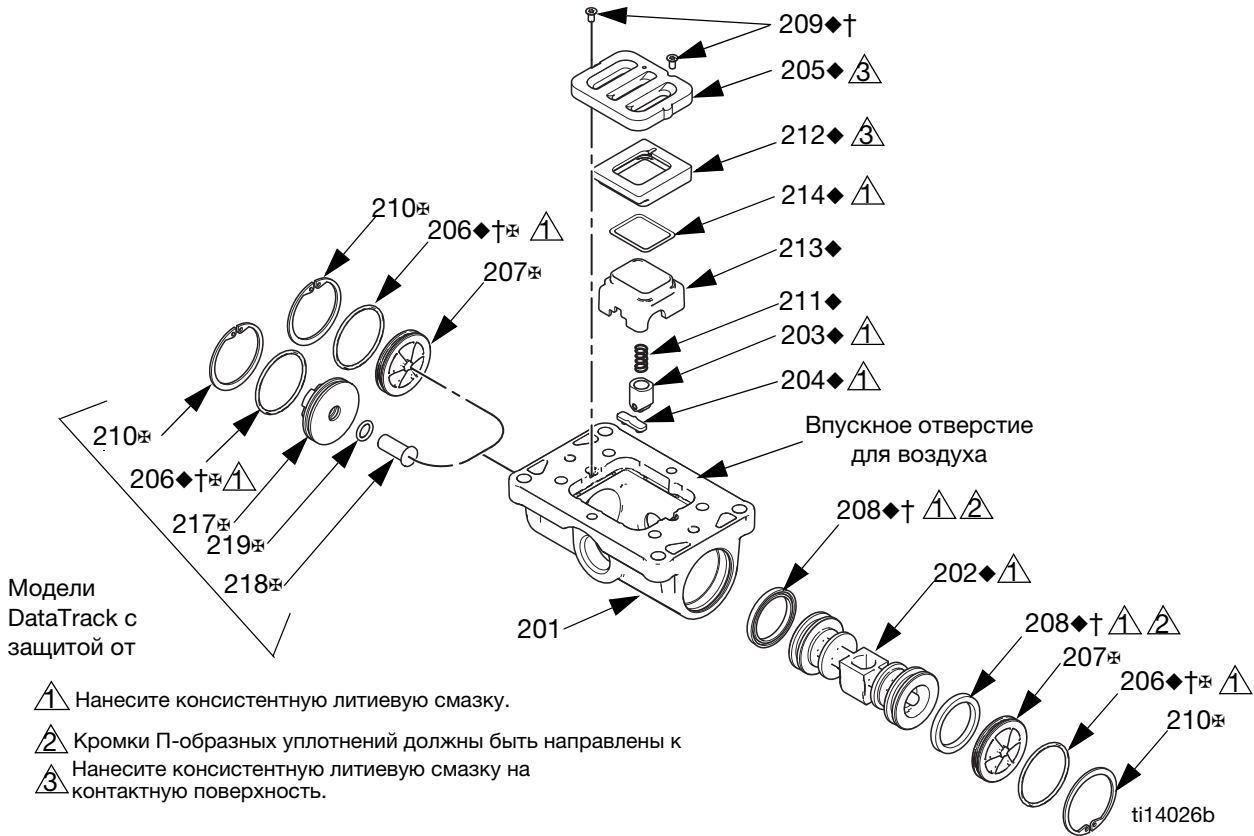

Рис. 4. Узел воздушного клапана
- См. Рис. 4. Чтобы выкрутить два винта (209), используйте отвертку Torx с жалом звездообразной формы (размеры T8 для алюминия и T9 для пластмассы). Снимите клапанную пластину (205), блок манжеты (212–214), пружину (211) и блок фиксатора (203).
- Извлеките манжету (213) из основания (212). Извлеките уплотнительное кольцо (214) из манжеты.
- См. Рис. 4. Снимите стопорное кольцо (210) с каждого торца воздушного клапана. Используйте поршень (202), чтобы вытолкнуть торцевые крышки (207, 217) с концов. Снимите уплотнительные кольца (206) с торцевых крышек. Если модель насоса оснащена соленоидом защиты от разнота, также снимите кнопку освобождения соленоида (218) и уплотнительное кольцо (219).
- Снимите П-образные уплотнения (208) с концов поршня (202), затем снимите поршень. Извлеките стопорный кулачок (204) из корпуса воздушного клапана (201).